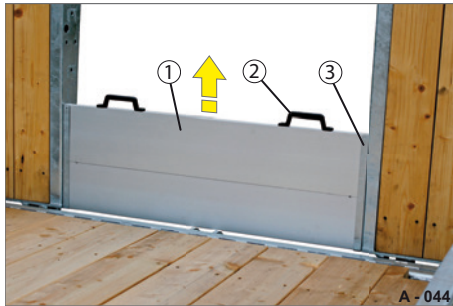

Abb. 46 Einsteck-Bordwand Übersicht
- ▶ Ziehen Sie die Einsteck-Bordwand (Abb. 46/1) an beiden Griffen (Abb. 46/2) gleichzeitig aus den Einsteck-Schienen (Abb. 46/3) komplett heraus.
- ▶ Stecken Sie die Einsteck-Bordwand gleichzeitig in die linke und rechte Einsteck-Schiene (Abb. 46/3).